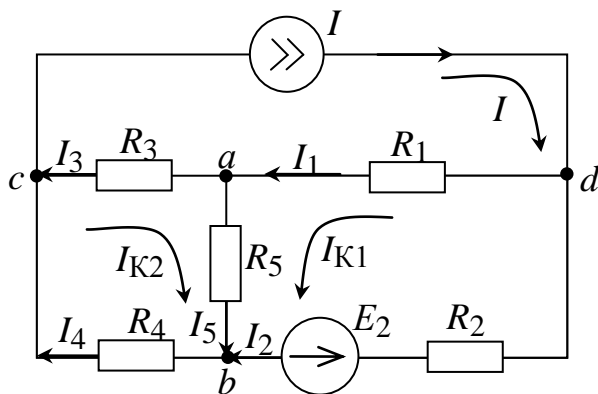

Рис. 1.17
**Задача 3** Определить токи и составить баланс мощностей для схемы на рис. 1.17, рассчитать ток в ветви  $ab$  методом эквивалентного генератора и напряжение между точками  $a$  и  $b$  для исходной схемы.
Схема содержит шесть ветвей ( $m = 6$ ) и четыре узла ( $n = 4$ ). Число уравнений составляемых по методу контурных токов, равно  $m - (n - 1) - 1 = 2$ , так как в схеме имеется источник тока, ток которого может быть принят равным контурному току. Зададим произвольное направление контурных токов  $I_{K1}$ ,  $I_{K2}$  как показано на рис. 1.17. Там же нанесен контурный ток  $I$ . Составим систему уравнений методом контурных токов